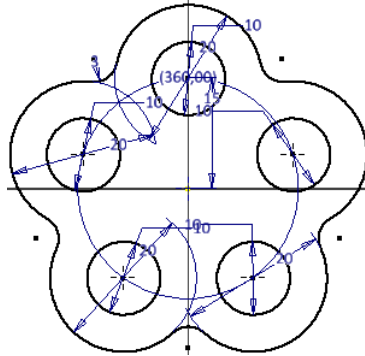

Рис. 4.7. Добавление окружностей под отверстия
9. Построим окружности под отверстия с центрами в точках массива диаметром 10 мм (рис. 4.7). Нажмите кнопку «Принять эскиз» .